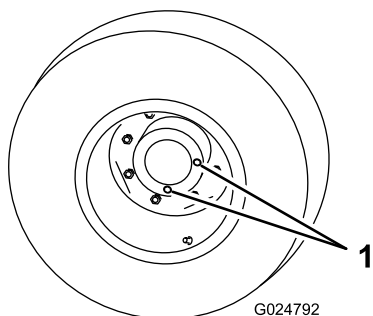

図 62
1. 平らな場所で、点検/ドレンプラグが一番低い位置時計の 6 時の位置に来るように停止させる 図 62。